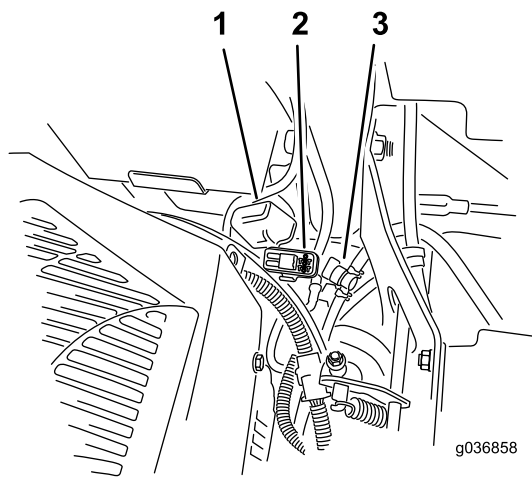

Bild 55
Die Sicherungen befinden Sie rechts am Armaturenbrett neben dem Sitz (Bild 55).
2. Setzen Sie eine neue Sicherung ein (Bild 55).